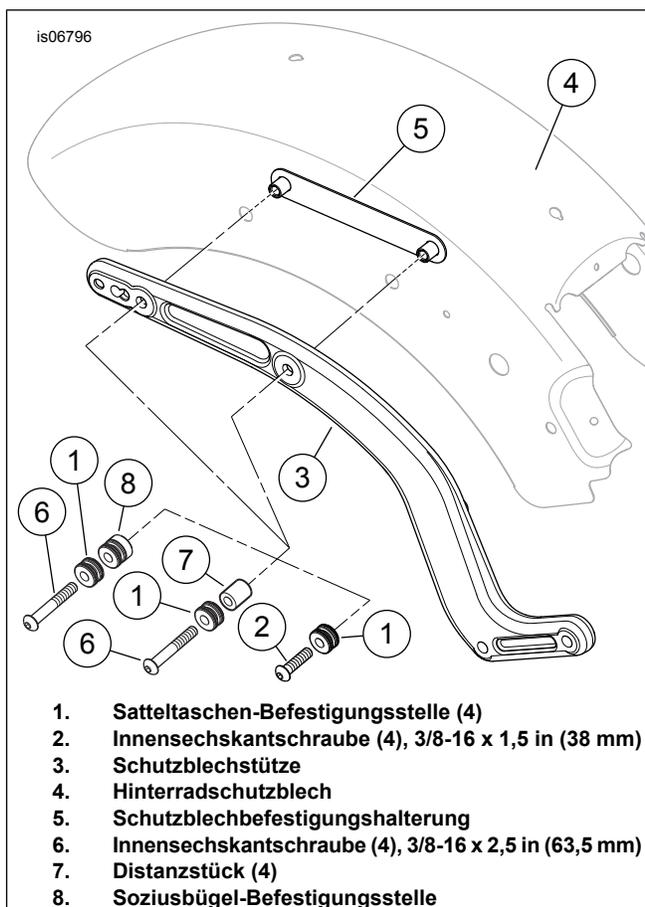

Abbildung 1. Obere FXS Befestigungsstellen-Ausrüstung einbauen
- a. Vier 3/8-16 x 38 mm (1 1/2 in) lange Innensechskantschrauben (3) und Befestigungsstellen (1) aus der Befestigungsstellen-Ausrüstung bereitlegen.
- b. Siehe Abbildung 1. Je eine Befestigungsstelle (1) über das Gewinde jeder Schraube (2) setzen.
- d. Die einzelnen Schrauben durch ein Loch in einer Schutzblechstütze (3), das zugehörige Loch im Schutzblech (4) und in die Schutzblechbefestigungshalterung (5) schieben und von Hand anziehen. Die Schrauben auf ein Drehmoment von 28,5–36,6 N·m (21–27 ft-lbs) anziehen.
- e. Vier 3/8-16 x 63,5 mm (2 1/2 in) lange Innensechskantschrauben (3), Distanzstücke (10) und Befestigungsstellen (1) aus der Befestigungsstellen-Ausrüstung bereitlegen.
- f. Siehe Abbildung 1. Zuerst eine Befestigungsstelle (1), dann ein Distanzstück (7) über die Gewinde der einzelnen Schrauben (6) schieben.
- h. Die einzelnen Schrauben durch ein Loch in einer Schutzblechstütze (3), das zugehörige Loch im Schutzblech (4) und in die Schutzblechbefestigungshalterung (5) schieben und von Hand anziehen. Die Schrauben auf ein Drehmoment von 28,5–36,6 N·m (21–27 ft-lbs) anziehen.
- i. Vier 3/8-16 x 63,5 mm (2 1/2 in) lange Innensechskantschrauben (3) und Befestigungsstellen (1) aus der Befestigungsstellen-Ausrüstung 90200389 und Befestigungsstellen aus dem Soziusbügelsatz bereit legen.
- j. Siehe Abbildung 1. Zuerst eine Befestigungsstelle (1) aus Satz 90200389, dann eine Soziusbügelsatz-Befestigungsstelle (8, in abgebildeter Ausrichtung) über die Gewinde jeder Schraube (6) setzen.